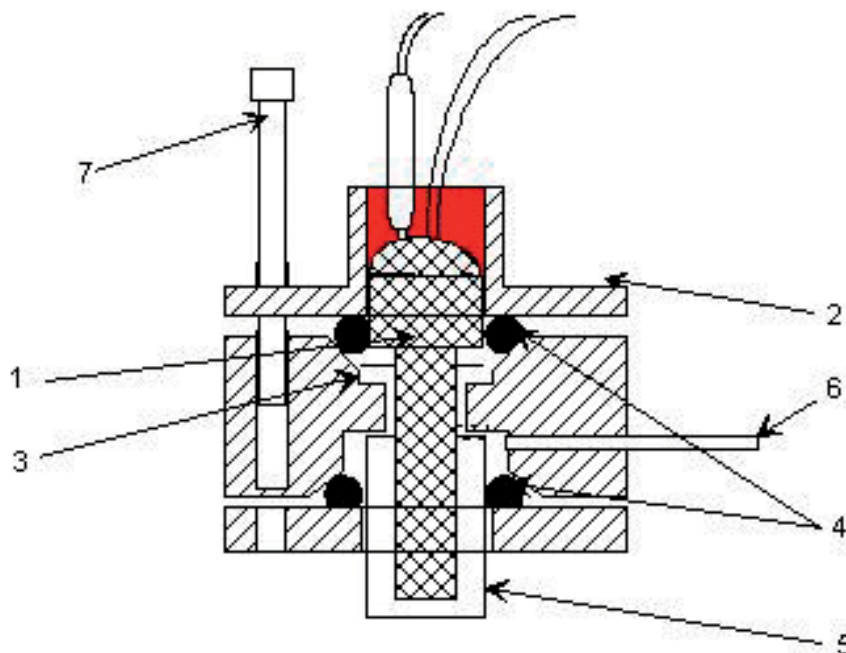

Abb. 16 XZR500 MSRS Montagediagramm
- Verbinden Sie den MSRS und das Kabel entsprechend dem Diagramm (*Abb. 16*)
- Setzen Sie den Dichtungskopf mit dem neuen MSRS (Ref 204 011) und neuen O-Ringen (Ref 108 006) wieder ein (**ACHTUNG: Der Kopf des MSRS (1) muss am Lager des Körpers des Dichtungskopfes (3) enden (siehe *Abb. 16*)**)
- Verbinden Sie den MSRS und das Sensorkabel entsprechend dem Diagramm (*Abb. 16*)